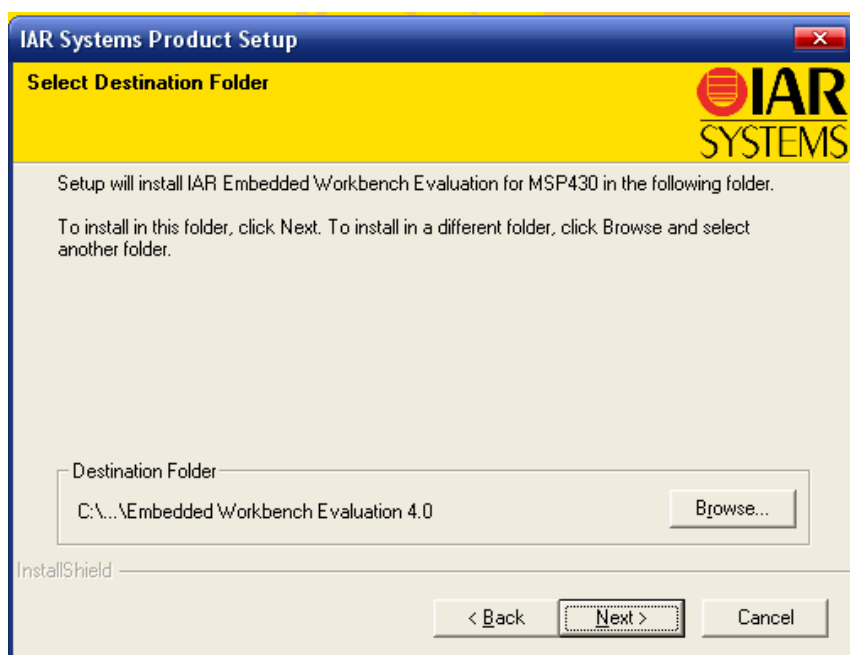

图 1.7
5、再次回到已经打开的注册机，将最后一栏文本框中的全部数字复制出来，粘贴到 License Key 下面的文本框中，单击 Next，看到图 1.7。